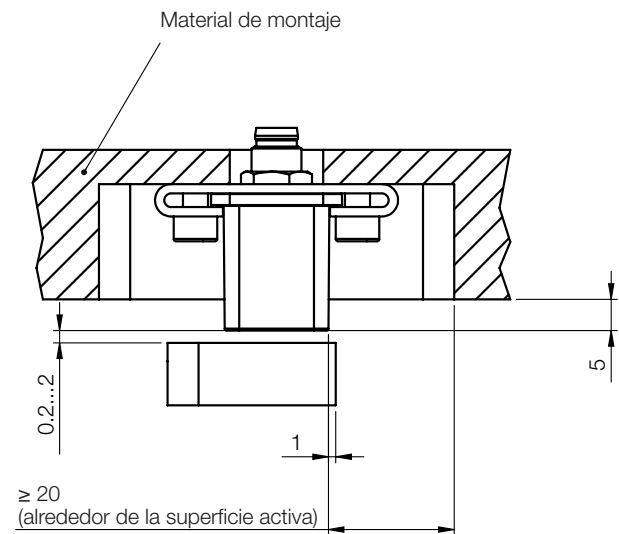

Fig. 4-3: Medidas de montaje
- A fin de reducir minimizar las posibles influencias sobre la señal de medición debido al material de montaje, es necesario mantener alrededor de la superficie activa del BIP un espacio sin metal de aprox. 20 mm (véase Fig. 4-3). Si, además del sensor de posición, el BIP detecta otra pieza metálica, se producen señales de medición no válidas.